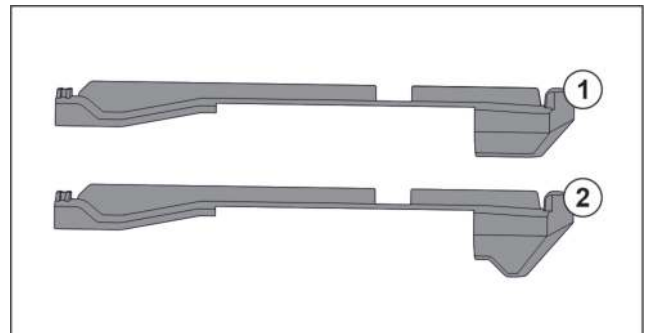

Fig. 60 Vergleich der Aufsteckteile
Im Gerät befinden sich zwei unterschiedliche Aufsteckteile. Das Aufsteckteil über dem untersten Schubfach Fig. 60 (2) hat eine dreieckige Kante. Alle anderen Aufsteckteile Fig. 60 (1) haben eine gerade Kante.
- ▶ Aufsteckteil Fig. 60 (2) mit der dreieckigen Kante über dem untersten Schubfach anbringen.
- ▶ Aufsteckteil Fig. 60 (1) mit der geraden Kante an allen anderen Stellen anbringen.